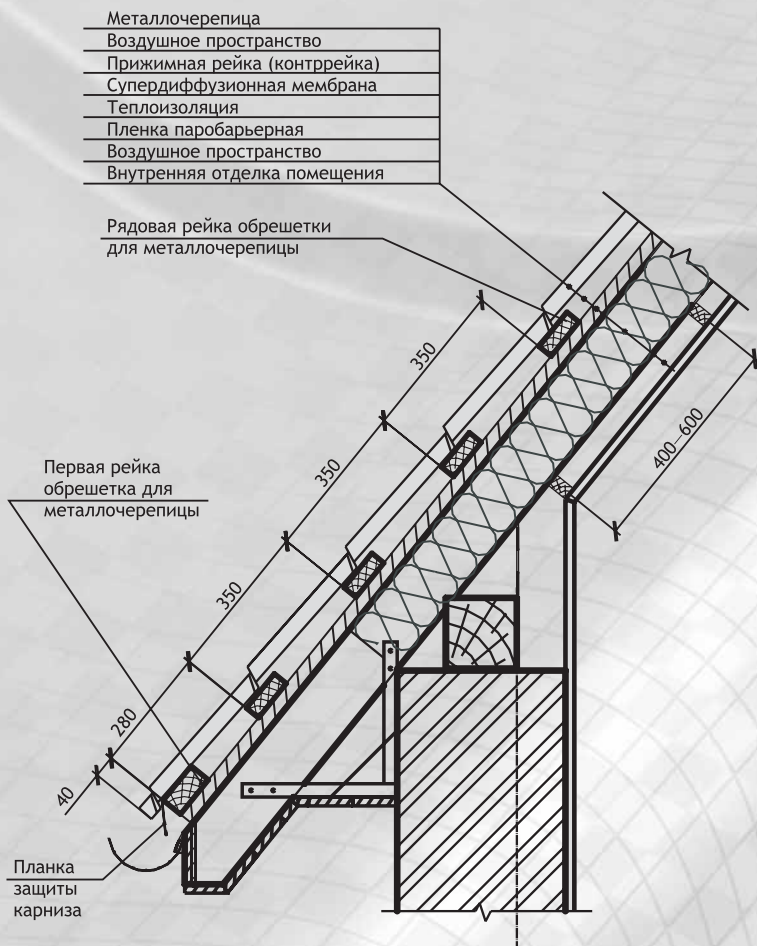

Рис. 8. Шаг реек обрешетки для листов металлочерепицы
Для устройства обрешетки используются рейки с размерами 30×100 мм или 50×50 мм. Шаг установки реек обрешетки соответствует длине модуля волны листов металлочерепицы «Эффект», «Престиж», «Дюна» (рис. 8).
- организовать воздушный канал для вентиляции подкровельного пространства (рис. 8,10).
Край листа устанавливают по карнизу и крепят с выступом от карниза на 40 см (рис. 8).